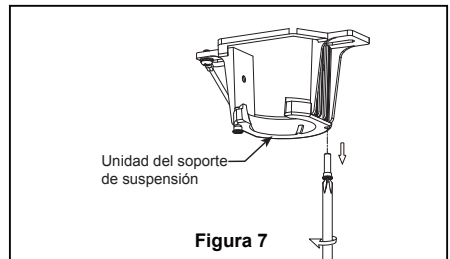

Figura 7
7. Extraiga una de los tornillos de hombro en el soporte del gancho y guarde los tornillos para pasos posteriores. Afloje el segundo tornillo de hombro sin extraiga completamente. (Figura 7)